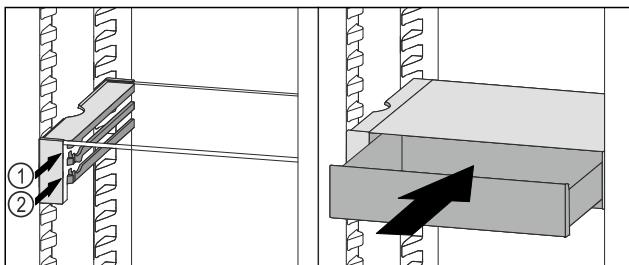

Fig. 43
- Встановити висувний ящик VarioSafe за стопорами на потрібне ребро Fig. 43 (1) або Fig. 43 (2).